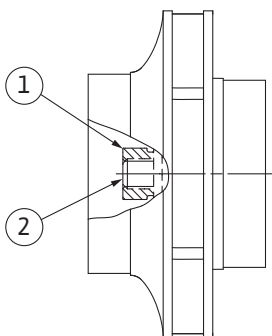

Fig. 107: Position correcte de l'écrou de blocage de roue après le montage
8. Maintenir l'arbre avec une clé (de 22 mm) et serrer l'écrou de blocage de roue selon le couple de serrage prescrit (voir tableau « Couples de serrage » [► 27]). L'écrou (Fig. 107, pos. 1) doit affleurer à  $\pm 0,5$  mm avec l'extrémité de l'arbre (Fig. 107, pos. 2). Si ce n'est pas le cas, desserrer l'écrou et répéter les étapes 4 à 8.
9. Retirer la clé plate et remonter la tôle de protection (Fig. I, pos. 27).